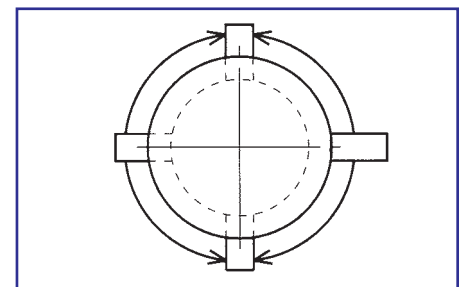

Fig. 7
5. Quando Δr_m for ajustado para um valor próximo a 0,005 mm, meça a distância entre o rebordo do eixo e o anel interno do rolamento (dimensão L) com um bloco padrão (fig. 7).
*3 Para medição da dimensão L, o valor obtido através da inserção do bloco padrão na região esquerda da montagem (fig. 7) (isto se deve ao encavalamento do anel e o eixo, devido à pressão da porca).